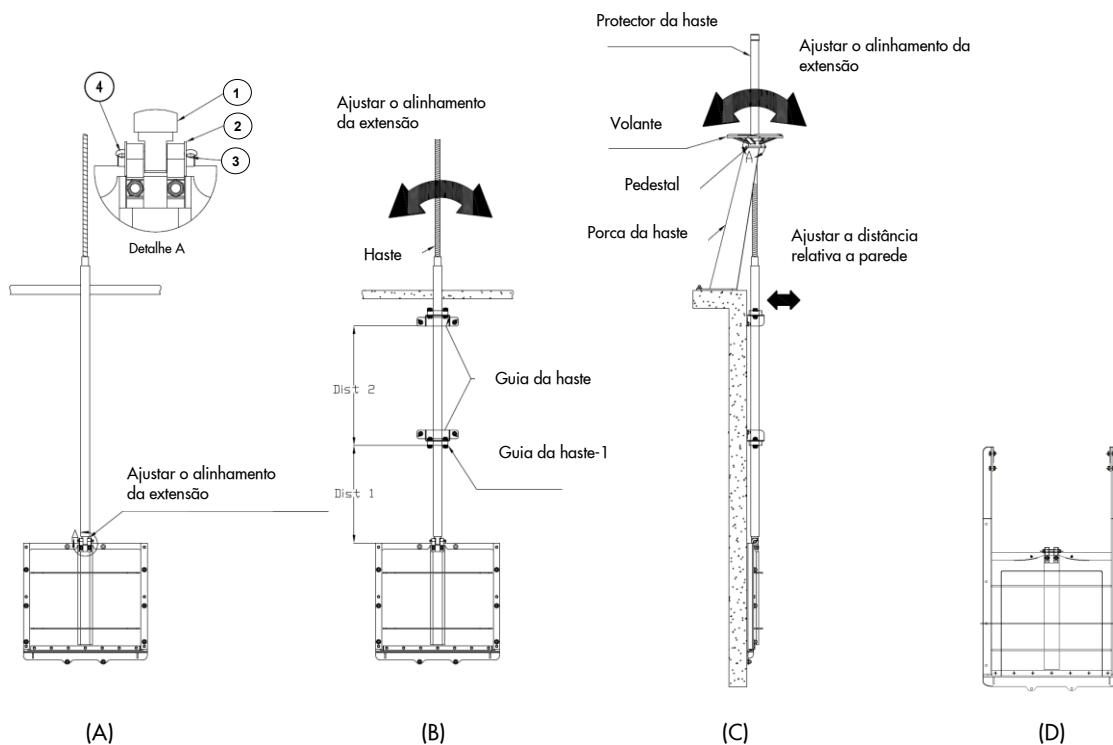

Figura 9
1. Conecte a extensão da haste à comporta de parede (Figura 9-A e Detalhe A). Conecte a extensão da haste (item 1) utilizando o pino (item 4). Para este procedimento, a arruela (item 2) e o contrapino (item 3) devem ser removidos e reinstalados
3. Em seguida, instale (perfure e aperte os chumbadores) todas as guias da haste, exceto a primeira (ver Figura 9-B "Guia da haste-1"). Consulte o Desenho de Arranjo Geral para as dimensões ("Distância 1", "Distância 2", na Figura 9-B)
5. Posicione o pedestal e o acionamento. Coloque a haste na porca da haste e gire o pedestal e o acionamento para ajustá-los ao nível do piso de operação. Certifique-se de que a extensão da haste esteja perfeitamente alinhada e paralela à superfície da parede, ajustando o desvio se necessário, das guias (U)HMWPE. Uma vez que a extensão da haste esteja perfeitamente alinhada, instale o pedestal (perfure e aperte os chumbadores)
6. Opere a comporta e posicione-a na posição aberta. Instale a "Guia da Haste 1" de forma que a parte superior do obturador enoste na guia da haste. Note que a "Guia da Haste 1" é instalada na orientação indicada nas Figuras 9-B e 9-C (guias (U)HMWPE voltadas para baixo). Alguns modelos incorporam barras laterais extendidas, quais realizam também a função de tope mecânico para a posição aberta (ver figura 9-D). Neste caso, não é preciso colocar o primeiro suporte na distância "Dist-1". Em caso de dúvidas, consultar o plano de aprovação